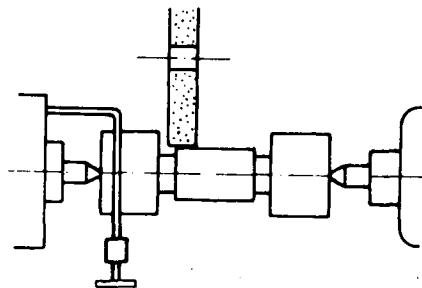

Fig. 2
1) Se o rebaixo tem canal de saída (fig. 2), o deslocamento da mesa pode ser feito de forma automática.